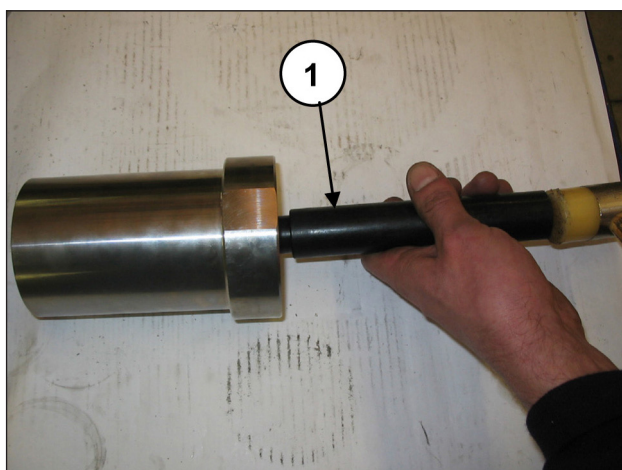
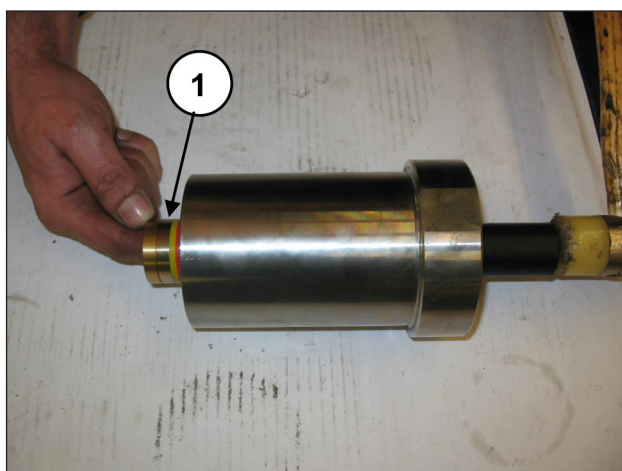

Fig. 114
Fig. 115
Con la camicia separata dal supporto tenute e con una apposita spina in materiale plastico (pos. ①, Fig. 114) fare fuoriuscire il pacco HP (alta pressione) (pos. ①, Fig. 115).
**Ad ogni smontaggio il pacco HP (pos. ①, Fig. 115) dovrà essere sostituito.**